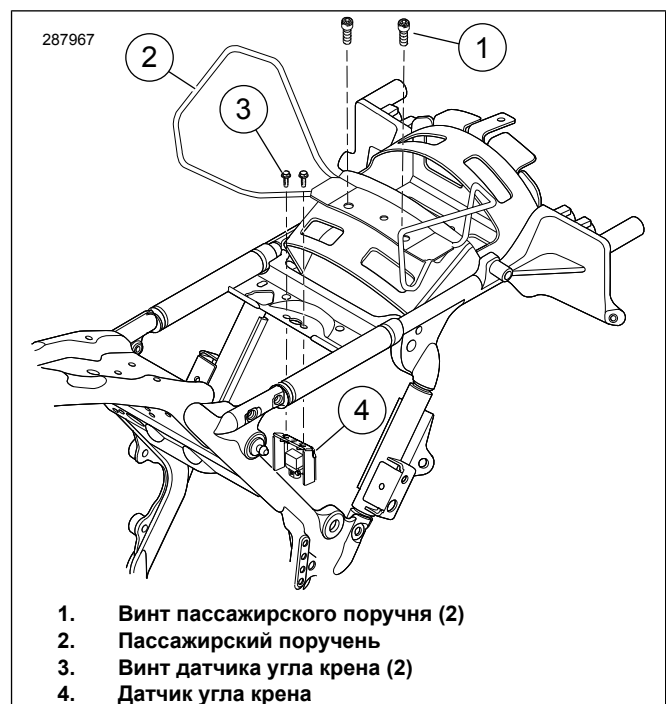

Рисунок 1. Снятие винтов датчика угла крена
5. **При наличии пассажирского поручня:** См. Рисунок 1. Снимите винты пассажирского поручня (1) и утилизируйте.
7. **Модели 2009–2018 гг.:** Снимите винты (3), удерживая кронштейн BAS (4).